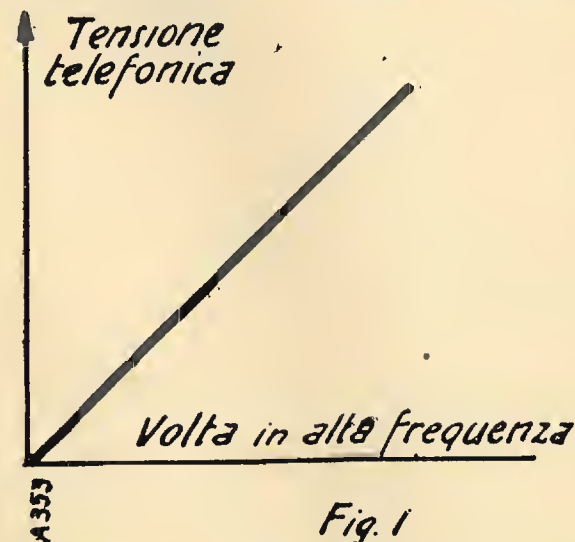

Fig. 1
b) Il rivelatore dev'essere *fedele*. E' necessario che un aumento nell'ampiezza delle oscillazioni di alta frequenza determini sempre un aumento anche nella tensione telefonica. In altre parole, se si nota la caratteristica che danno, per una profondità di modulazione fissa, le tensioni telefoniche in rapporto alle tensioni alta frequenza, si deve ottenere una linea retta (fig. 1).
La fig. 1 mostra la disposizione dello stadio. La speciale efficienza dell'apparecchio dipenderà non da questa disposizione ma dai componenti medesimi e cioè: la valvola a